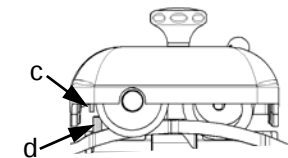

Abb. 36
3. dann loslassen, der Zapfen c muss auf der Gegenhülse d einschnappen (Abb.36);